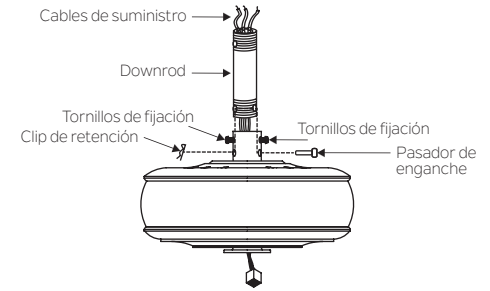

Fig. 8
**Paso 6.** Afije los dos tornillos de fijación y retire el pasador de enganche y el clip de retención del acoplamiento en la parte superior del conjunto del motor. (Fig. 8)
Luego, reemplace el pasador de enganche y el clip de retención. Apriete ambos tornillos de fijación. (Fig. 8)